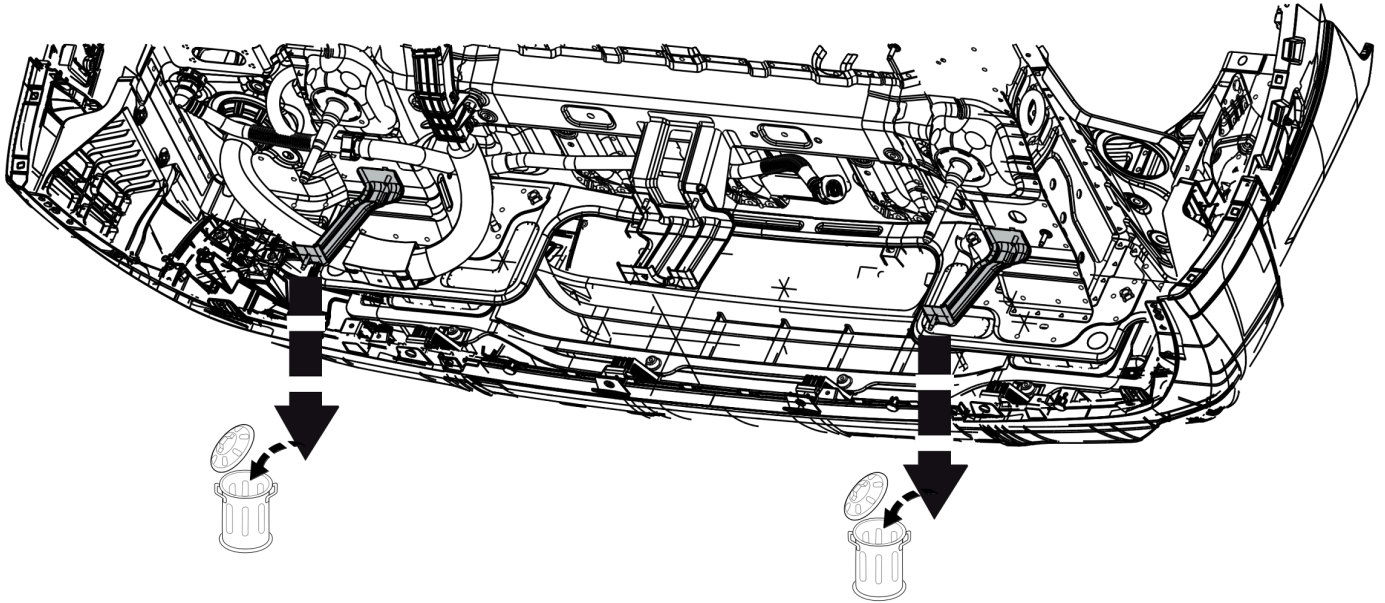

Fig. 3
2. Снять если имеется кронштейны А слева и справа. См. рисунок 3.